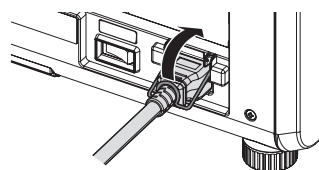

Abb. 1
2) Heben Sie die Netzkabelhalterung an, mit der das Netzkabel fixiert ist. (Abb. 1)